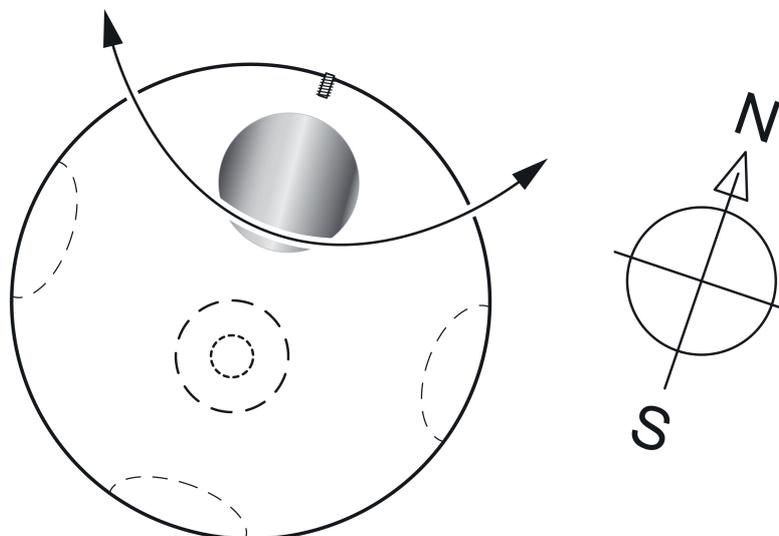

Figura 9: Allineare la stazione meteorologica
- Orientare la testa del sensore in direzione del cielo oppure – in base alle condizioni dettate sul posto – in direzione della facciata (figura 9).